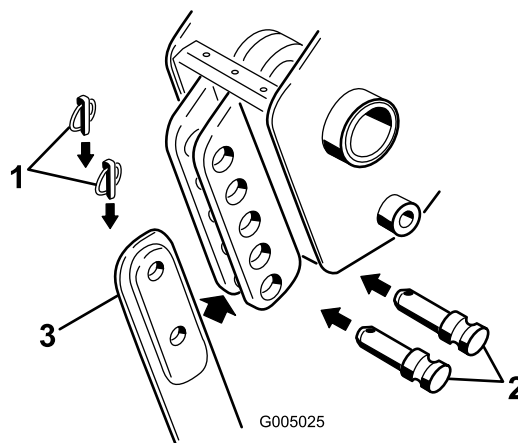

Рисунок 4
3. Снимите два штифта с защелками из штифтов с отверстиями в кронштейне отвала, затем снимите штифты с отверстиями (Рисунок 4) и имеющийся отвал (если он установлен).
4. Надвиньте новый отвал на кронштейн отвала и закрепите его на требуемой высоте (при смене монтажных отверстий глубина изменяется на 7,6 см), используя ранее снятые штифты с отверстиями и штифты с защелками (Рисунок 4).
2. Снимите нижний штифт с защелкой и штифт с отверстием, с помощью которых отвал крепится к плугу (чтобы полностью снять отвал, снимите верхний и нижний штифты с защелками и отверстиями Рисунок 4).